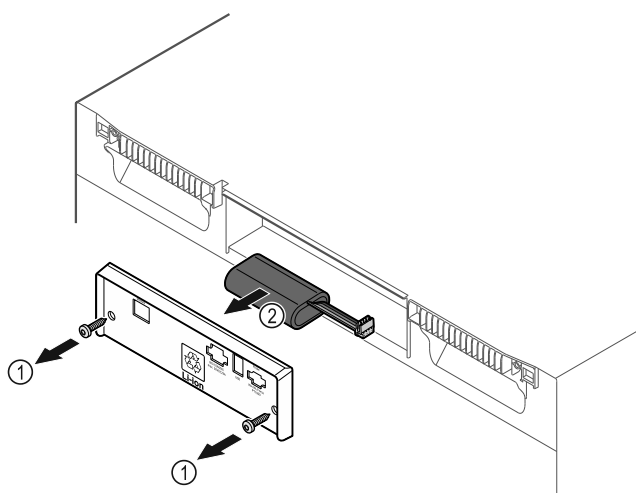

Fig. 238
- Dévisser les vis et retirer le couvercle situé à l'arrière de l'appareil Fig. 238 (1).
- Débrancher et retirer la batterie Fig. 238 (2).